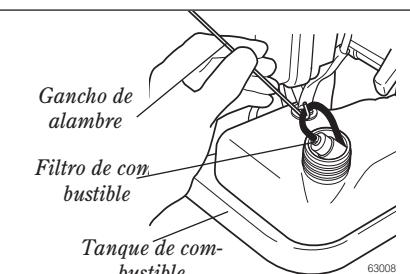

Figura 15
- FILTRO DE COMBUSTIBLE Utilice un alambre en forma de gancho para extraer el filtro de combustible del interior del tanque de combustible. Consulte la Figura 15.